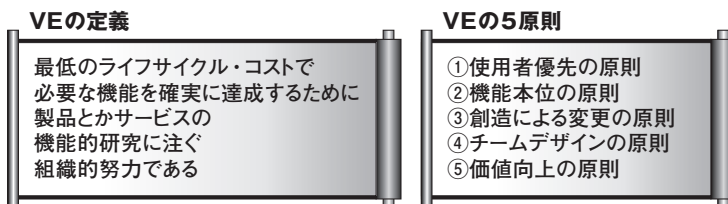

図1 ● VEの定義とVEの5原則
まず、VEの定義。日本バリュー・エンジニアリング協会によれば、「最低のライフサイクル・コストで必要な機能を確実に達成するために、製品とかサービスの機能的な研究に注ぐ組織的努力である」(図1)。ここで、4点補足しよう。
次に、VEの5原則。具体的には、①使用者優先の原則、②機能本位の原則、③創造による変更の原則、④チームデザインの原則、⑤価値向上の原則、である(図1)。